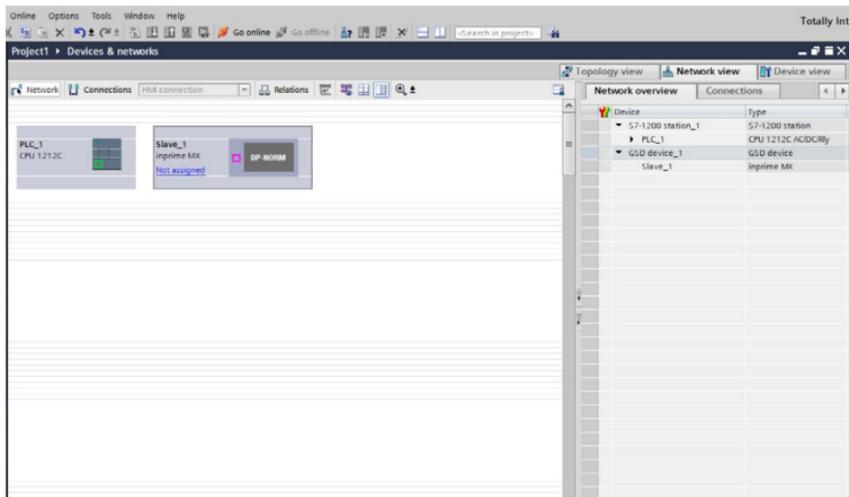

Рисунок 4.11 - Помещение платы расширения в поле проекта
7) В окне «Hardware catalog» выберите папку «Other field devices» и найдите файл «Inprime MX», после чего переместите его в поле проекта, ему будет присвоено название «Slave\_1» (рисунок 4.11).